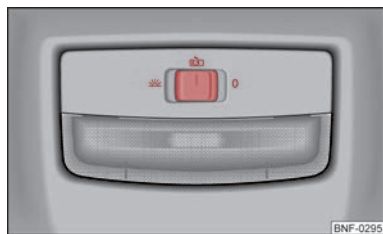

Fig. 25 Kabinelampe - type 1
- Tryk kontakten til positionen  ⇒ Fig. 25.